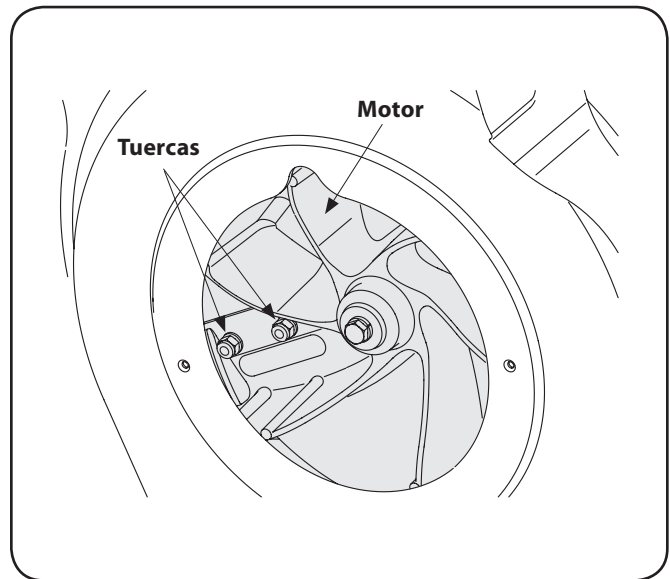

Figura 7-6
10. Es posible alcanzar las tuercas de los tornillos de cabeza plana desde la parte inferior, mediante una llave universal de 1/2 pulg. con extensión. Vea la Figura 7-6.